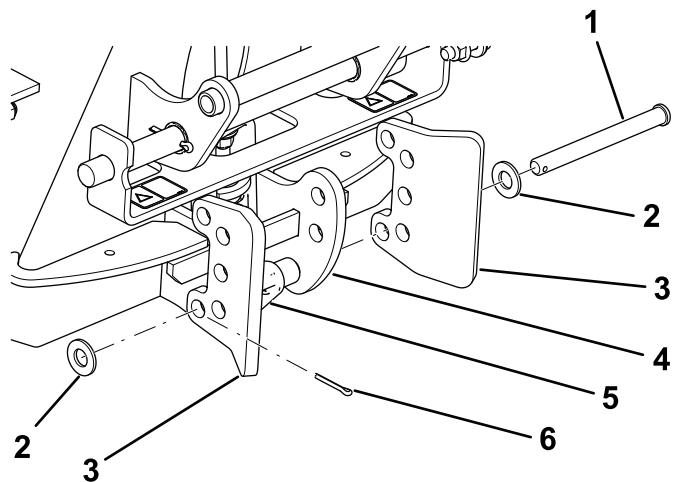
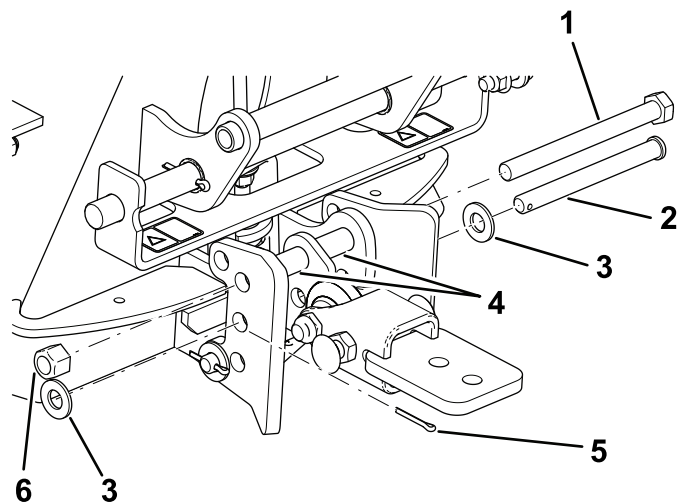

図8
図9
2. 図8と図9に示すように、ボールヒッチアセンブリをアダプタに取り付ける。